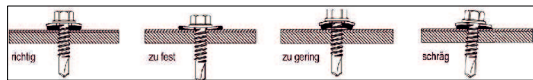

Bild 4
- Das Befestigungsset ist stets in senkrechter Ausrichtung zur Dachneigung zu montieren (Bild 4)
- Bereits vorhandene Befestigungsschrauben müssen entfernt und durch das Lehmann Befestigungsset ersetzt werden, wobei die Glockendichtung mit Hilfe des Schraubenabsatzes (9) fest an die Dachhaut angedrückt wird
- Anschließend wird die Schiene zwischen den beiden Müttern (8) befestigt
- Das Anziehdrehmoment der Befestigungsmutter M10 (8) liegt bei 30-40 Nm
- Die Funktion des Eisfangs wird durch Umbiegen der vorgestanzten Zinken (7) in Richtung Profilal erreicht